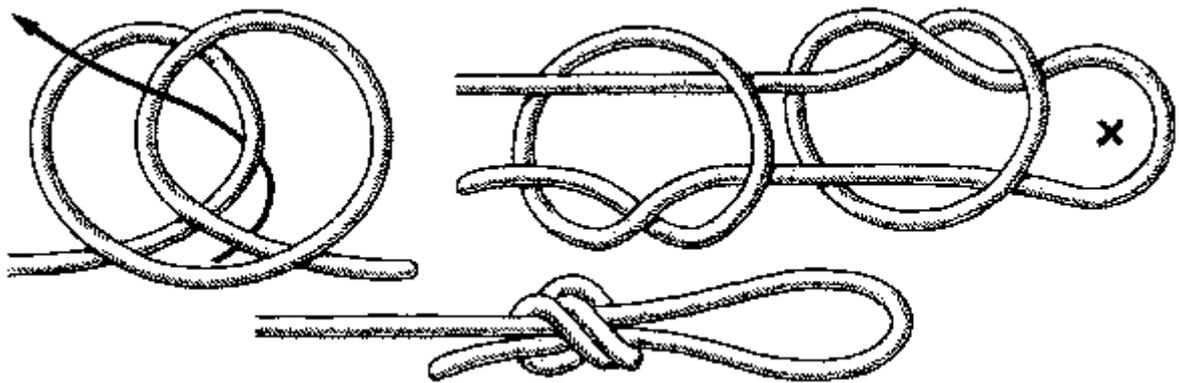

Рис. 72. Рыбацкая петля
**Рыбацкая петля** (рис. 72). Нередко ее называют **английской петлей** или **рыбацким огоном**. Ее можно завязать как на конце, так и на середине троса. При затягивании узлы нужно сблизить. Эта петля широко применяется рыбаками. Моряки используют ее вместо фабричного огона при обрыве швартовного троса и в тех случаях, когда необходимо надежно закрепить трос за какой-либо предмет.